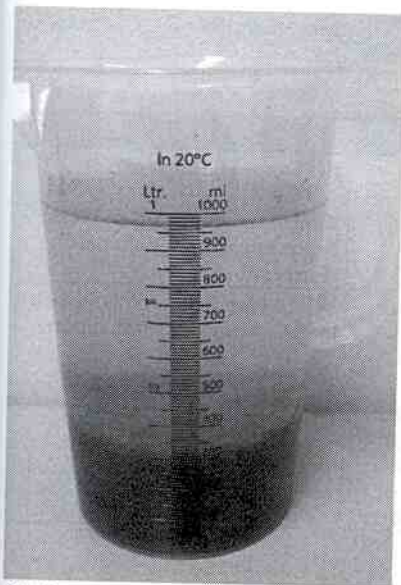

Bild 41
6. Kontrollera det renade vattnets och slammets gränspunkt efter 90 minuter (bild 41).